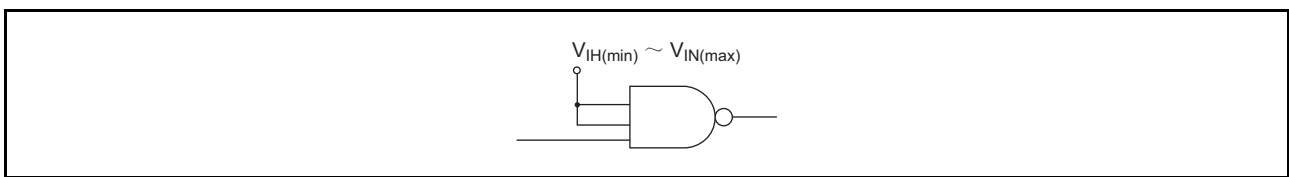

图4
- (4) 当  $V_{IH\ min} \leq$  电源电压（如果有其他电源） $<$  最大额定值5.5V时，能直接将不用的引脚连接到此电源电压（图4）。